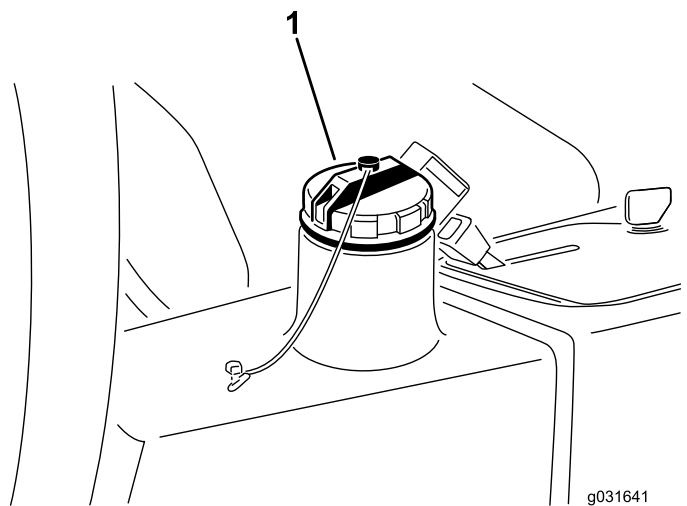

図 66
4. 油圧オイルタンク 図 66に約 13.2 リットルの油圧